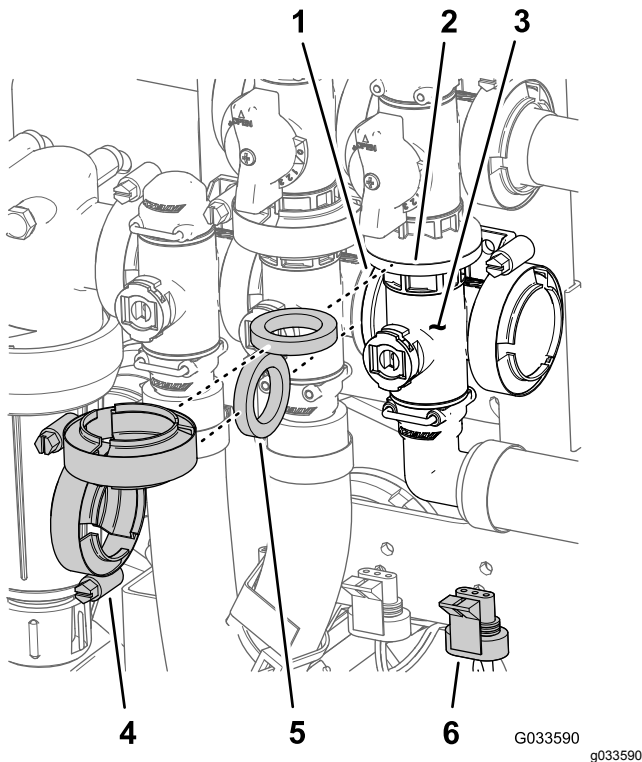

Bild 114
1. Fluchten Sie den Flansch des Hauptausleger-Ventilverteilers, eine Dichtung und den Flansch des Hauptausleger-Sicherheitsventils aus (Bild 114).
2. Montieren Sie den Hauptausleger-Ventilverteiler, eine Dichtung und das Hauptausleger-Sicherheitsventil mit einer Flanschklamme und ziehen sie mit der Hand an (Bild 114).
3. Fluchten Sie den Flansch des Hauptausleger-Ventilverteilers, eine Dichtung und den Rührwerkventilverteiler aus (Bild 114).
4. Montieren Sie den Hauptausleger-Ventilverteiler, die Dichtung und den Rührwerkventilverteiler mit einer Flanschklamme und ziehen sie mit der Hand an (Bild 114).
7. Befestigen Sie das Rührwerkventil mit der Bundkopfschraube und der Sicherungsbundmutter (Bild 114), die Sie in Schritt 3 von Entfernen des Ventils des Hauptauslegerverteilers (Seite 79) entfernt haben, an der Ventilhalterung und ziehen Sie die Schraube und Mutter bis auf 10-12 N·m an.